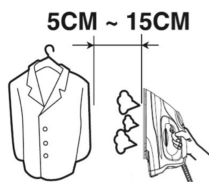

Fig. 8
Siga el proceso de **Plancha a vapor**. Sostenga la plancha en posición vertical a una distancia entre 5 y 15cm de la prenda. Presione el botón de vapor (6); será liberado vapor. Esta función es sobre todo útil para quitar pliegues de prendas colgadas en una percha y cortinas. Nunca dirija el vapor hacia las personas. (fig. 8)